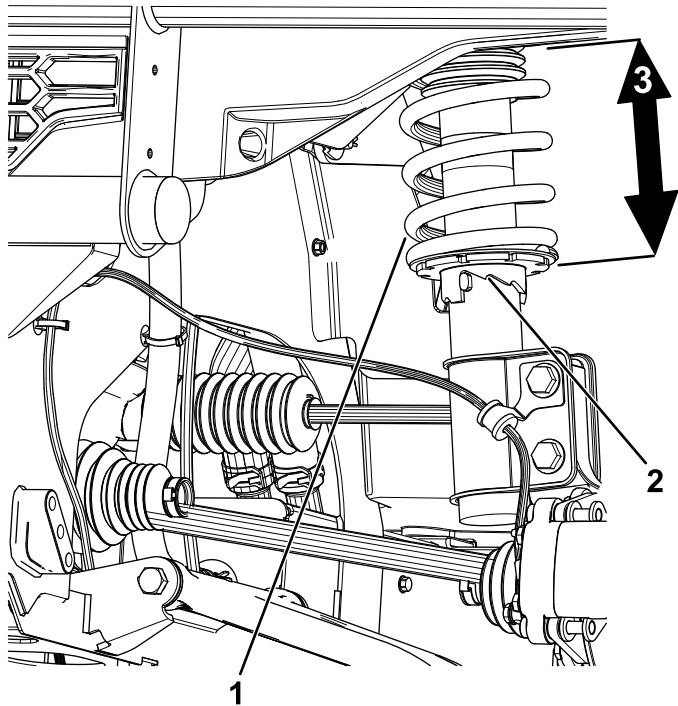

Figura 83
2. Si la distancia al suelo no es correcta, utilice la llave con ajuste de muelle para girar el collarín del amortiguador y alinear la rueda (Figura 83).